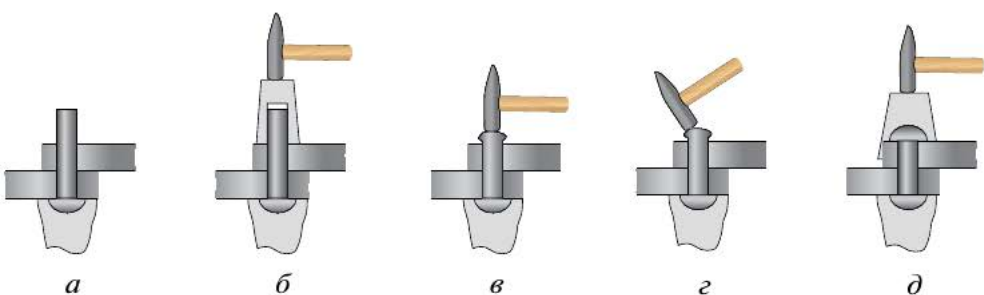

Рис. 5.47. Соединение деталей заклёпками с полукруглой головкой:
Последовательность соединения деталей заклёпками с полукруглыми головками (рис. 5.47)
- ▶ 1. Установить заклёпку в просверлённое отверстие (рис. 5.47, а). 1.
- ▶ 2. Под закладную головку поставить поддержку (рис. 5.47, б) и ударами молотка по бойку натяжки осадить склёпываемые листы для устранения зазора между ними.
- ▶ 3. Осадить стержень. Удары молотком производить по центру стержня, пока не образуется «бочонок» (рис. 5.47, в).
- ▶ 4. Боковыми ударами молотка придать головке необходимую форму (рис. 5.47, г).
5. Обжимкой (рис. 5.47, *д*) с помощью молотка оформить замыкающую головку.